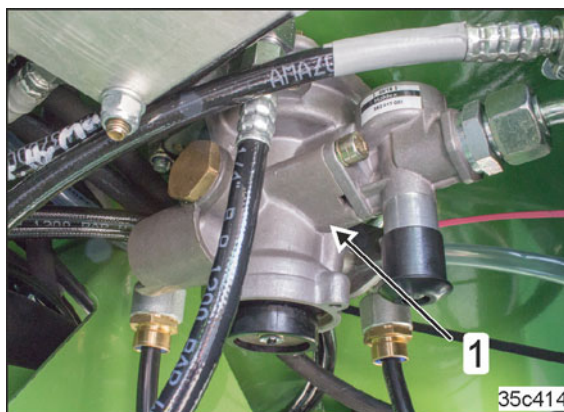

Fig. 33
- o supapă de frână remorcă (Fig. 33/1)